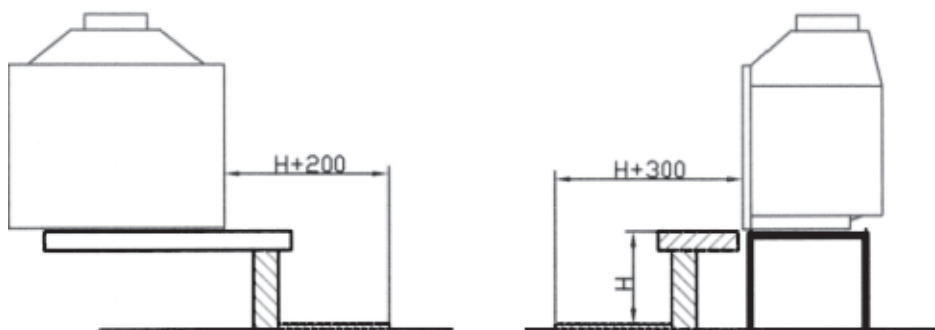

Рис. 6
3.3. Вся сгораемые изделия и материалы (встроенная, переносная мебель) должны быть удалены на расстояние в радиусе как минимум 125 см от переднего края топки. Рис.6.